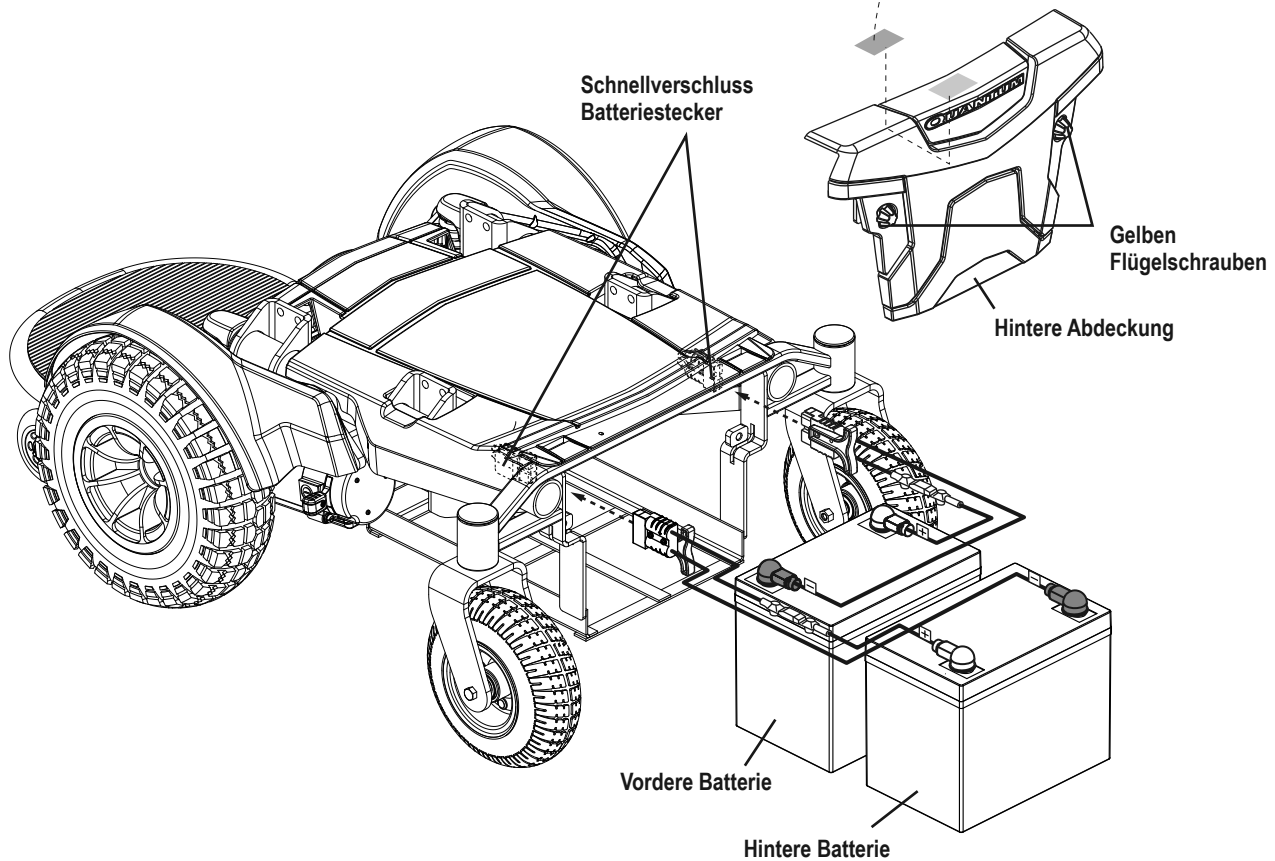

Bild 18. Einbau der Batterie
3. Lösen Sie die gelben Flügelschrauben (**siehe Bild 18**) und entfernen Sie die hintere Abdeckung.
7. Das Batteriekabel gemäß Batterieanschlussplan mit der neuen Frontbatterie verbinden. **Siehe Bild 18.**
8. Das Batteriekabel gemäß Batterieanschlussplan mit der neuen Heckbatterie verbinden. **Siehe Bild 18.**